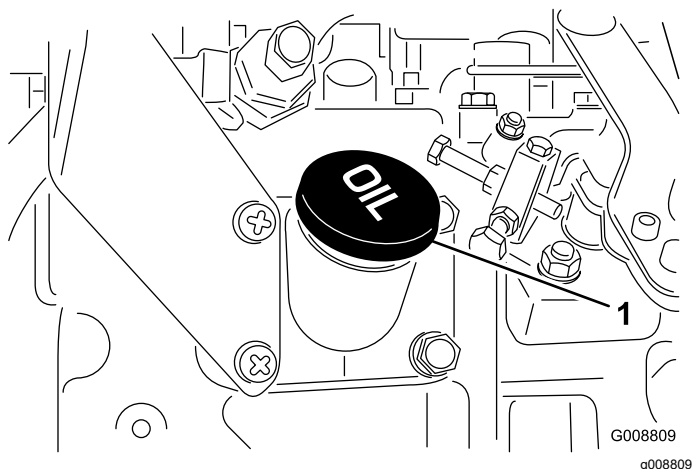

图 36
4. 如果油位低于安全范围应取下加油盖 (图 36) 添加机油直至油位达到“已满”标记。